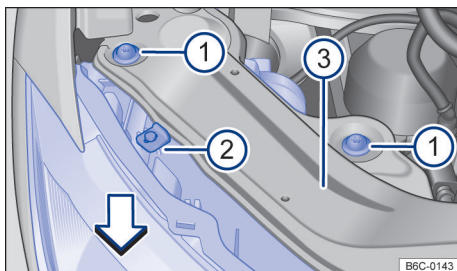

Fig. 162 No compartimento do motor: parafusos de fixação do farol dianteiro.
- Remover os parafusos de fixação → Fig. 162 ① com o auxílio de uma chave torx.
- Mover o farol para frente, no sentido da seta → Fig. 162, até que os dois cliques da parte inferior desencaixem e possibilite a remoção do farol.
- Recolocar o farol cuidadosamente até que os dois cliques inferiores encaixem e o batente superior → Fig. 162 ② encoste no suporte do farol ③.
- Recolocar os parafusos de fixação ① na carcaça do farol.
- Pressionar o farol contra o batente central superior ② e apertar os parafusos ① com a chave torx.